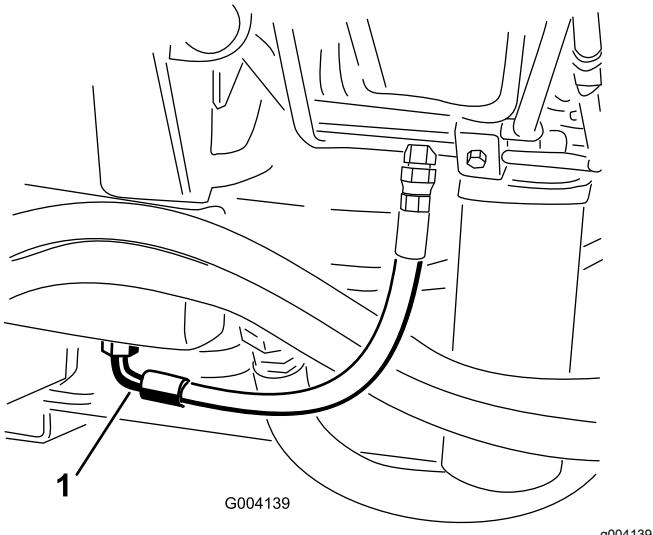

Bild 70
2. Stellen Sie eine große Auffangwanne unter das Anschlussstück, das unten am Behälter der Hydraulikflüssigkeit befestigt ist (Bild 70).